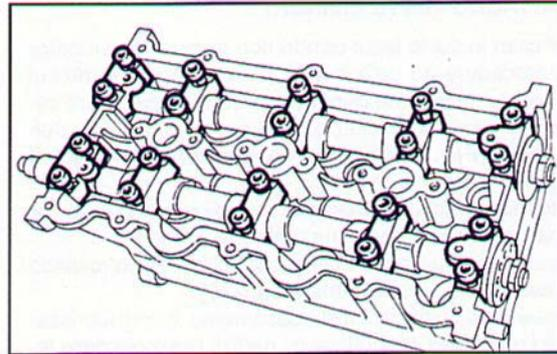

Fig. 219 ▲
- posizionare i cappellotti degli alberi di distribuzione sulle rispettive sedi (Fig. 219);
- set the camshaft caps on their seats (Fig. 219);